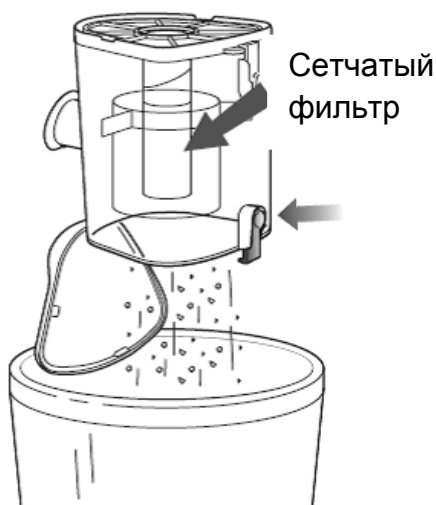

Рис.20
3. В случае необходимости перевернуть пылесборник вверх дном над мусорным баком и нажать на кнопку сброса верхней крышки (Рис.20). Осторожно